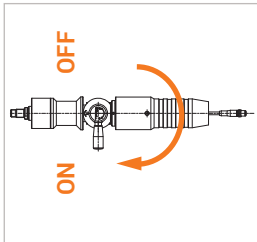

Figure 14
- ▶ Tournez le levier de commande (pos. 3) du nozzle de ravitaillement de 180° en position ON (Figure 14). **Si le levier de commande ne tourne pas facilement**, déconnectez à nouveau le réceptacle de service WEH® et remettez-le en place.